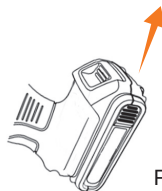

Рис. 5
- Для извлечения аккумуляторной батареи нажмите на фиксатор и извлеките аккумулятор из разъема (Рис. 5).